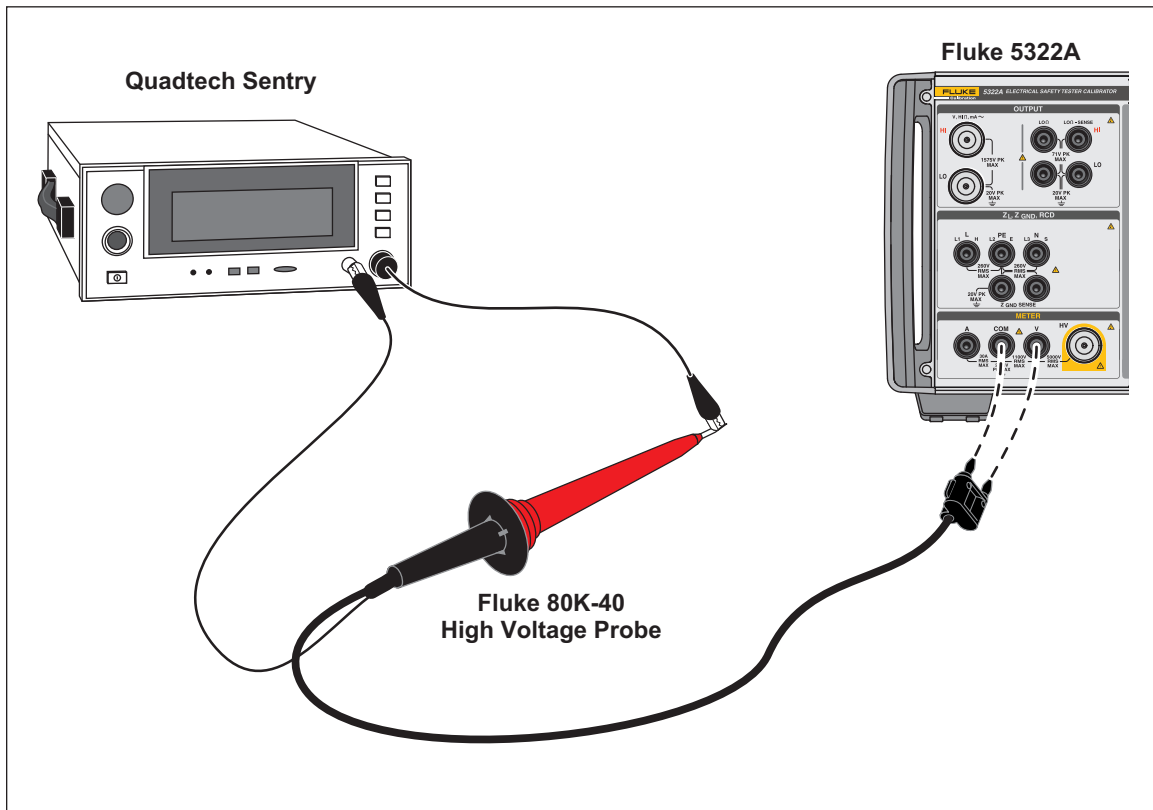

Figura 62. Aplicación de la sonda de alta tensión de 40 kV
2. Conecte el DUT a través de la sonda de alta tensión y el Producto como se muestra en la figura 62 Asegúrese de conectar el lado de puesta a tierra del cable de tipo banana doble de la sonda 80k-40 al terminal COM del medidor 5322A.